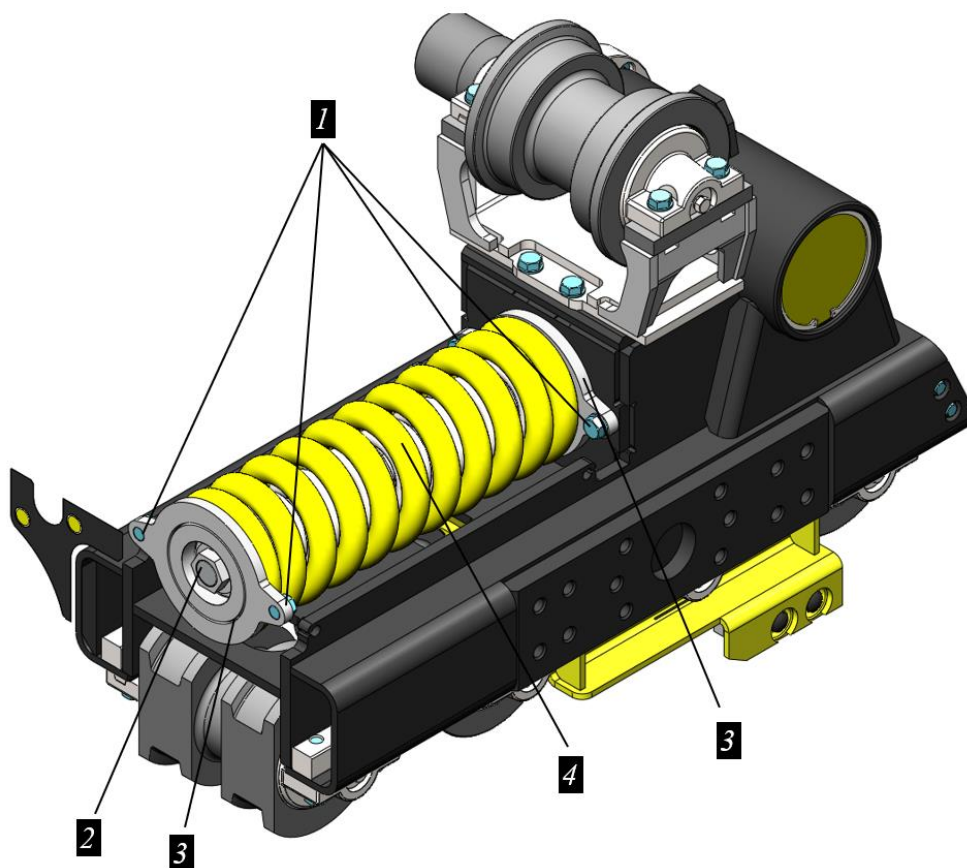

Рисунок 12.39. Процедура демонтажа механизма сдавания
- Закручивая гайку 2 сжать пружины механизма сдавания, рис. 12.39. Сжатие пружин производить до тех пор, пока между фланцем 3 и рамой тележки не образуется гарантированный зазор.
- Выкрутить 4 крепежных болта 1 механизма сдавания, рис. 12.39.
- ▶ Установить механизм сдавания 4 в раму тележки, рис. 12.39.
- ▶ Вкрутить 4 крепежных болта 1 механизма сдавания, рис. 12.39.
- ▶ Раскрутить гайку 2, разжать пружины механизма сдавания, рис. 12.39.